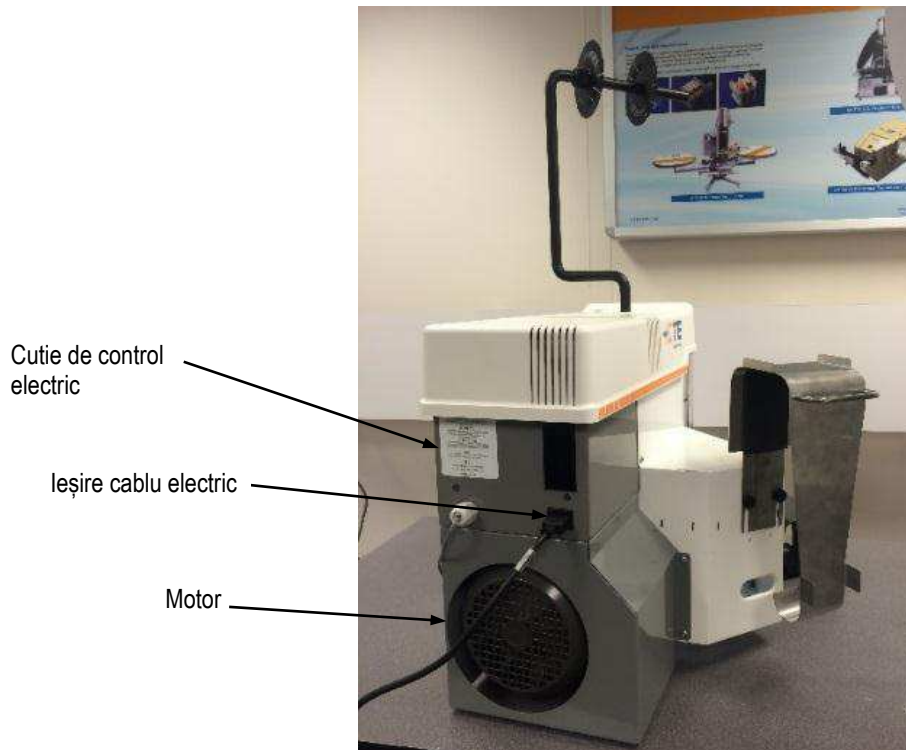
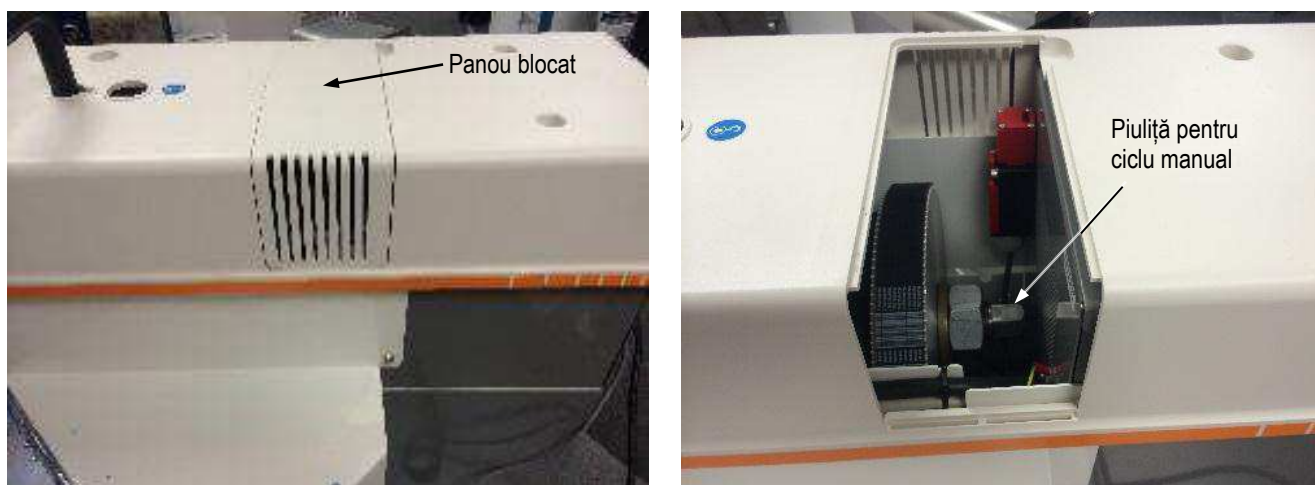

Figura 7
Figura 8
1. **Grupul motor** include un motor de c.a. care acționează un arbore cotit. A se vedea Figura 7 și Figura 8. Motorul este activat la fiecare ciclu, rotind arborele cotit cu o rotație completă. O piuliță de pe arborele cotit permite ca motorul și arborele cotit să efectueze cicluri în mod manual. Accesul la această piuliță se face printr-un panou blocat în capacul superior.
În modul Avans normal, încercarea de a finaliza un ciclu de sertizare cu terminații și cablu în aplicator poate provoca blocarea motorului. Deși mașina poate finaliza unele terminații mai mici pe cablu, ar putea fi necesară deconectarea mașinii și aducerea manuală în poziția inițială. Aceasta se poate face deschizând capacul cu blocare din partea superioară, plasând o cheie furnizată de client (22 mm) pe piulița arborelui cotit și rotind manual arborele cotit. Aveți grijă să scoateți cheia și să așezați la loc capacul superior înainte de a încerca pornirea mașinii (mașina nu va funcționa cu capacul demontat). A se vedea Figura 8.